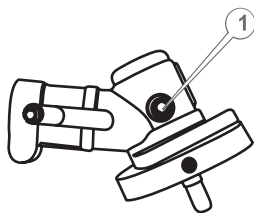

Рисунок 18. Схема змащення кутового редуктора.
1. За допомогою шестигранного ключа 5 мм відкрутити гвинт (1, рис. 18).
5. Надійно закрутити гвинт (1, рис. 18).